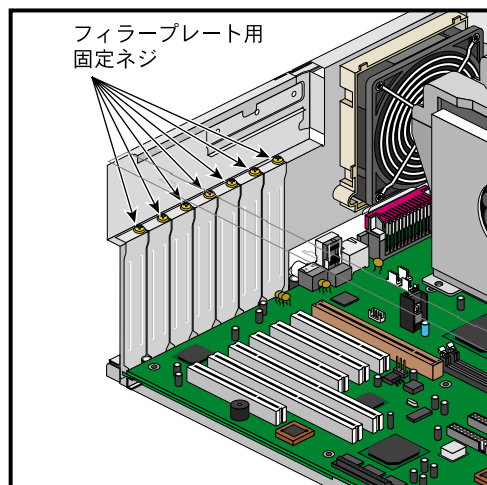

図 2-25 拡張スロットのフィラープレート用固定ネジの位置
- 図2-25に示す固定ネジを締めます。
- 図2-25に示す固定ネジを取り外します。